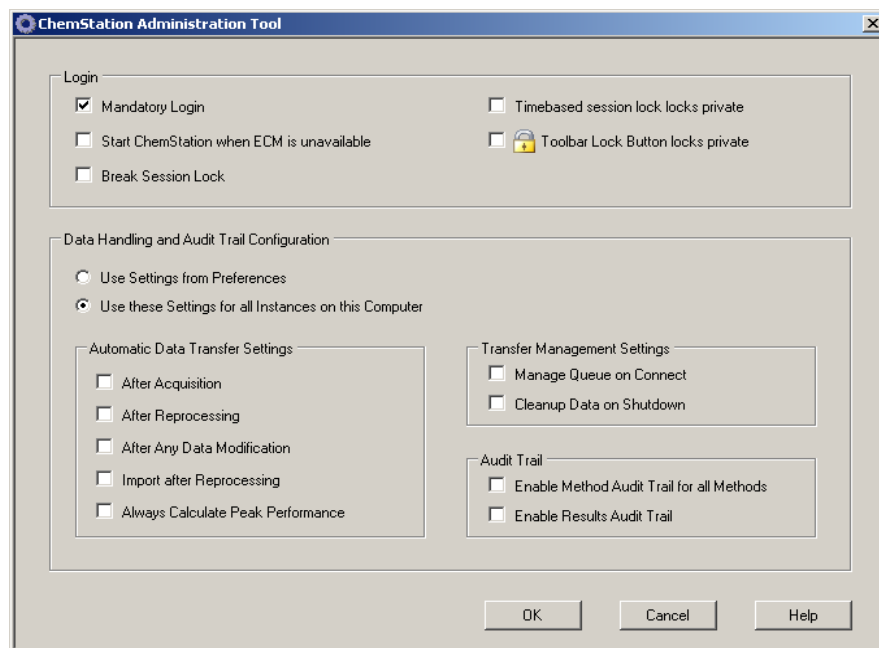

Figura 3 Herramienta de administración de ChemStation
- Se abre el cuadro de diálogo **ChemStation Administration Tool** (consulte Figura 3 en la página 34).